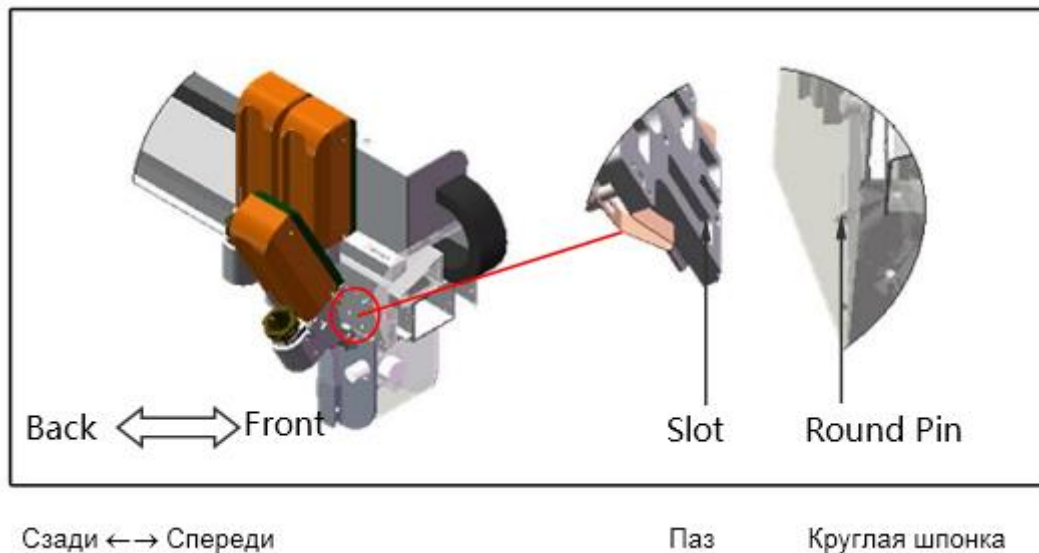

Рис. 7
- Установить модуль так, как показано на Рис. 7. Убедитесь, что установочный паз точно совпадает с круглой шпонкой.